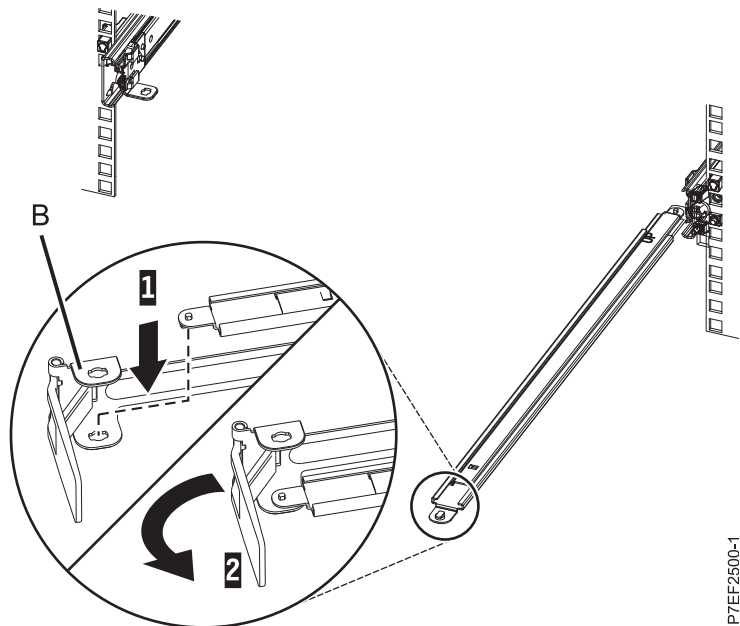

Figura 11. Fijación de la pieza de sujeción del portacables al brazo de soporte
3. Localice el orificio de la esquina inferior interna de la pieza de sujeción de tope de portacables en forma de L (B). Coloque el extremo que queda libre del brazo de soporte de modo que la lengüeta de bloqueo de la parte inferior de la punta quede alineada con el orificio de la abrazadera. Inserte la
pestaña en el orificio (1) y haga girar la abrazadera (2) para fijarla al brazo de soporte. Para conocer detalles, consulte la Figura 11.